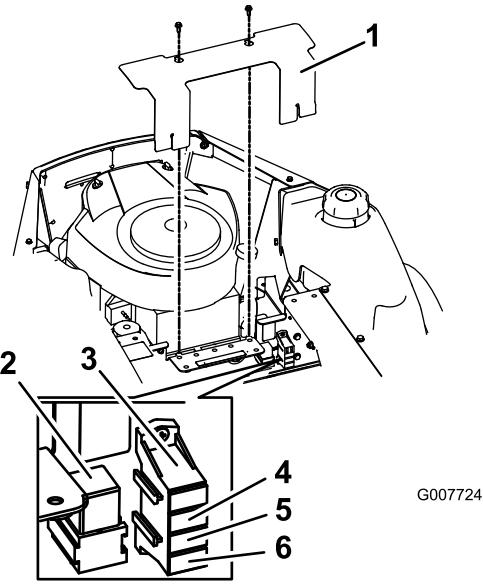

Figure 34
- Soulevez le siège pour accéder au porte-fusibles (Figure 34).
2. Enlevez le couvercle comme montré à la Figure 34.